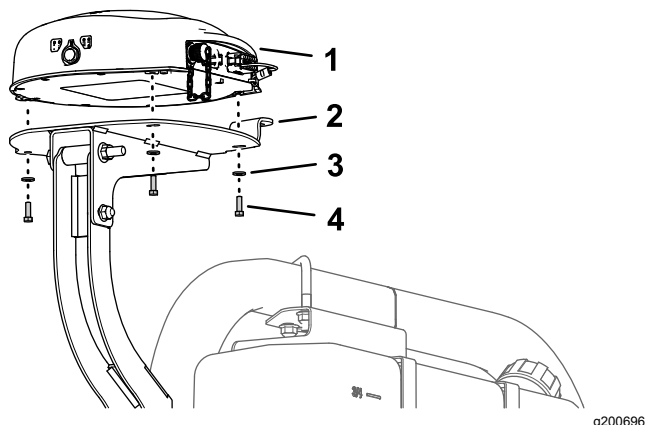

Figura 156
- Allineate i 3 filetti alla base del ricevitore di navigazione con i 3 fori nel supporto del ricevitore (Figura 156).
- Montate il ricevitore sul supporto (Figura 156) con i 3 bulloni a testa esagonale (5 x 16 mm) e 3 rondelle (5 mm).